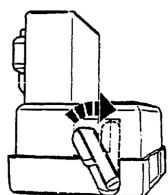

Figure 3
5. Sans déranger la pédale de frein, déplacer la manette de réglage noire en sens horaire afin d'ajuster l'interrupteur. La manette doit être parallèle au raccord (voir la figure 3).